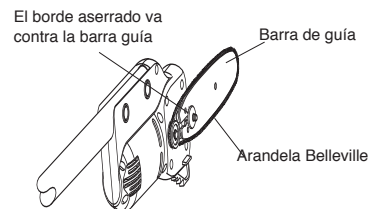

Figura 3 - Ensamblaje de la arandela Belleville
5. Coloque en la Sierra de Pértiga la arandela Belleville, la tapa de la rueda dentada y la tuerca de la barra guía. **IMPORTANTE:** Asegúrese que el borde aserrado de la arandela Belleville esté colocado como se muestra en la Figura 3. En el borde aserrado debe hacer contacto con la barra guía. **IMPORTANTE:** Apriete la tuerca de la barra guía sólo a mano.